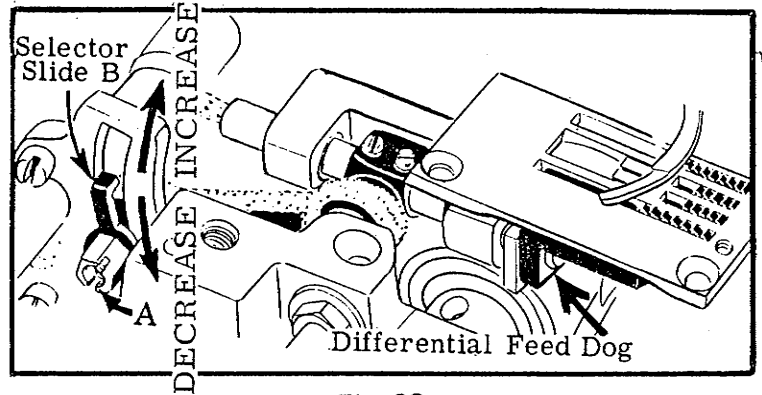

Fig. 28
Fig. 28 La relación de los dientes de alimentación diferenciales de la 52800 es ajustada aflojando el tornillo (A) y moviendo el registro selector (B) hacia la posición deseada. El tornillo y el registro selector son accesibles desde el lado posterior izquierdo de la máquina. Moviendo el registro selector de los dientes de alimentación diferenciales (B) hacia abajo disminuye la cantidad de diferencial y hacia arriba le aumenta.